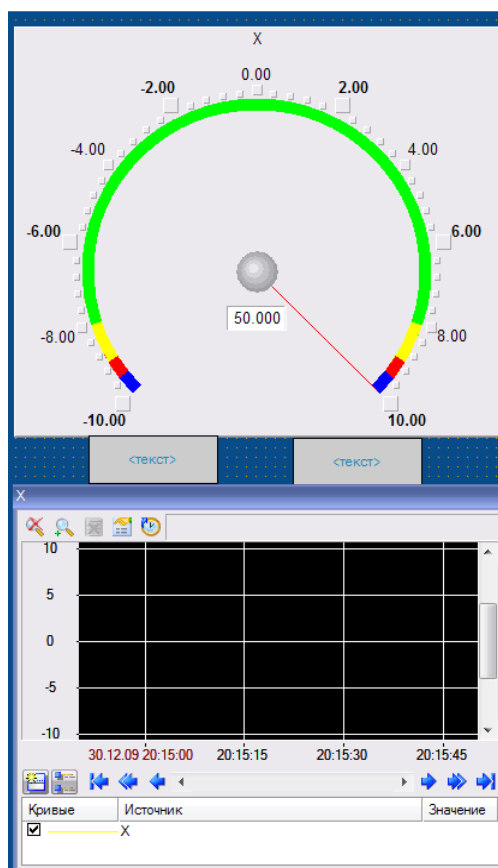

Рис. 3.27 Пример размещения объектов текст
14. **Создание объекта текст.** Щелкните левой клавишей мыши на иконке **ABC**. Щелкните левой клавишей мыши там, где должен располагаться один из углов объекта текст. Переведите курсор мыши в положение, где должен располагаться другой край объекта текст и щелкните левой клавишей мыши. Рядом аналогично разместите еще один объект текст (рис. 3.27). Щелкните левой клавишей мыши по иконке .